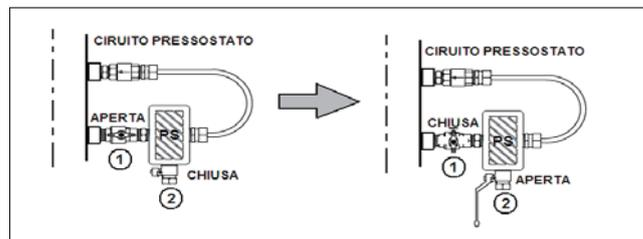

Fig.11
Avviare automaticamente il gruppo utilizzando i pressostati di avviamento agendo su un pressostato alla volta in modo da verificare il corretto funzionamento di entrambi i pressostati. Al fine di effettuare la prova su un solo pressostato, bisogna aver cura di tenere premuto il pulsante di esclusione dell'altro pressostato durante l'esclusione della prova stessa. Ciò fatto, chiudere la valvola pos. 1 di fig. 11 ed aprire lo scarico (valvola pos. 2 di fig. 11) ottenendo l'avviamento della pompa.
Dopo circa 3 secondi dall'avviamento del motore si illuminerà il led che segnala il funzionamento del motore dal rilevamento amperometrico pos. 1 fig. 9a e dopo circa 70 secondi si illuminerà il led pos. 2 fig. 9a che segnerà l'effettivo funzionamento del motore rilevato dalla potenza assorbita o dal funzionamento del pressostato. Nel caso in cui l'elettropompa non si sia avviata o la potenza erogata dal motore risulti inferiore al 20% della potenza nominale si illuminerà il led di allarme pos. 3 di fig. 9a che segnerà il mancato avviamento. Chiudere la valvola pos. 2 di fig. 11 ed aprire la valvola pos. 1 di fig. 11 per terminare la prova ripristinando la condizione di circuito pronto per il rilievo segnale di calo di pressione dall'impianto. Non appena la pressione sarà ripristinata in entrambe i circuiti dei pressostati il led di segnalazione di pos. 4 fig. 9a inizierà a lampeggiare e l'elettropompa potrà essere arrestata manualmente agendo sul di arresto manuale pos. 9 fig. 9a.
Il led di segnalazione avviamento automatico escluso pos. 6 di fig. 9b sarà spento. Avviare automaticamente il gruppo utilizzando i pressostati di avviamento agendo su un pressostato alla volta in modo da verificare il corretto funzionamento di entrambe i pressostati. Chiudere la valvola pos. 1 di fig. 11 ed aprire lo scarico (valvola pos. 2 di fig. 11) ottenendo l'avviamento della pompa. Si illuminerà il led pos. 9 di fig. 9b di segnalazione di avviamento pompa principale per caduta di pressione sui pressostati. Annotare la pressione di intervento rilevando il valore sul manometri del gruppo di pompaggio (pos. 8 fig. 6) Dopo circa 3 secondi dall'avviamento del motore si illuminerà il led che segnala il funzionamento della motopompa pos. 8 fig. 9b
Chiudere la valvola pos. 2 di fig. 11 ed aprire la valvola pos. 1 di fig. 11 per terminare la prova ripristinando la condizione di circuito pronto per il rilievo segnale di calo di pressione dall'impianto. Non appena la pressione sarà ripristinata in entrambe i circuiti dei pressostati il led di segnalazione di pos. 9 fig. 9b inizierà a lampeggiare e l'elettropompa potrà essere arrestata manualmente agendo sul di arresto manuale pos. 7 fig. 9b. Nel caso sia necessario forzare lo spegnimento della pompa anche senza il ripristino della pressione ai pressostati è possibile l'arresto escludendo l'automatico (portando il selettore modale a chiave pos. 3q di fig. 8b sulla posizione OFF) e premendo poi il pulsante di STOP sulla centralina comandi pos. 7 di fig. 9b.